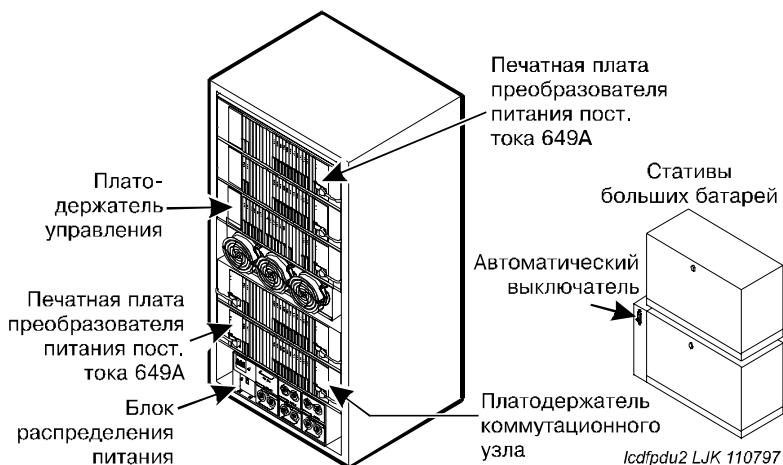

Рис. 30. Распределение питания постоянного тока в многополочных стативах
На Рис. 30 показано распределение питания пост. тока в некоторых многополочных стативах с повышенным батарейным резервом (большие батареи). В системах выпуска 7г и последующих кабели распределения питания размещены только с правой стороны статива. Это обусловлено тем, что печатная плата преобразователя питания пост. тока 649А заменяет два преобразователя питания на любом из концов каждого платодержателя. Для платодержателей коммутационного узла (SN) требуются два преобразователя питания 649А и два кабеля.